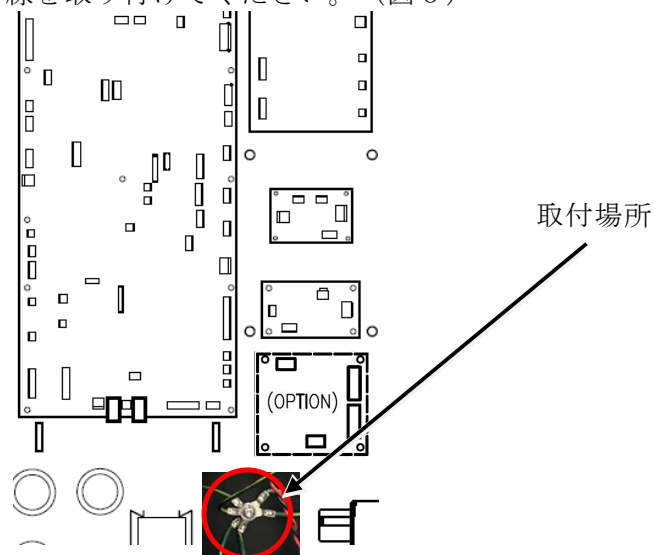

図 6. 溶接電源内部イーサネットケーブルのアース線を取り付けるタブ端子
- (8) 溶接電源のプリント板 PCB1 の下にあるタブ端子固定用のネジを外して溶接電源内部イーサネットケーブル用タブ端子を取り付け、そのタブ端子に溶接電源内部イーサネットケーブルのアース線を取り付けてください。(図 6)